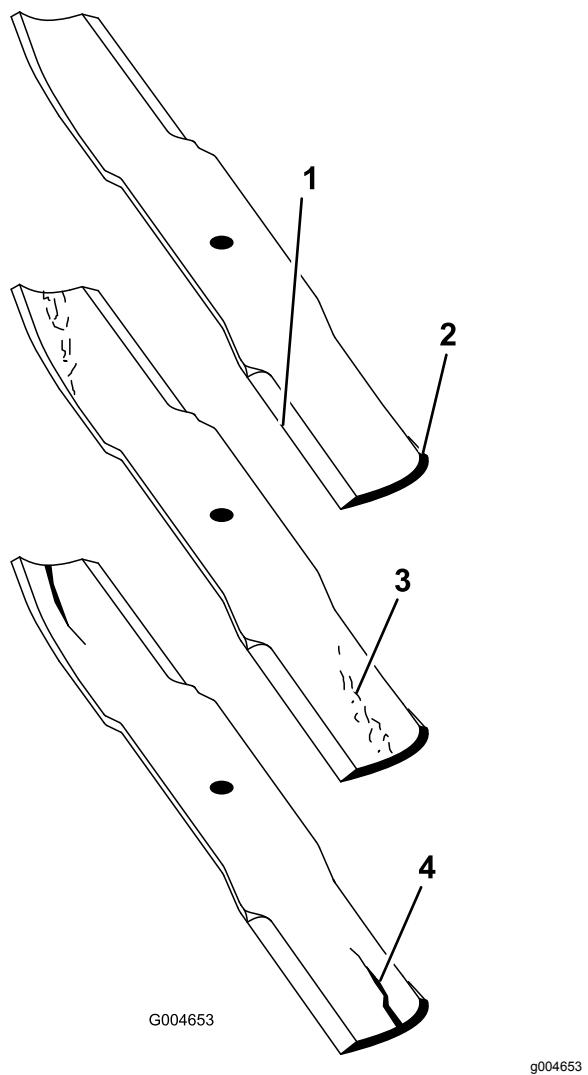

図130
2. ブレードの切っ先を注意深く観察、特に、直線部と曲線部が交わる部分をよく観察する 図 130。
する前によく点検することが必要である。磨耗が進んでいる場合図130にはブレードを交換する。